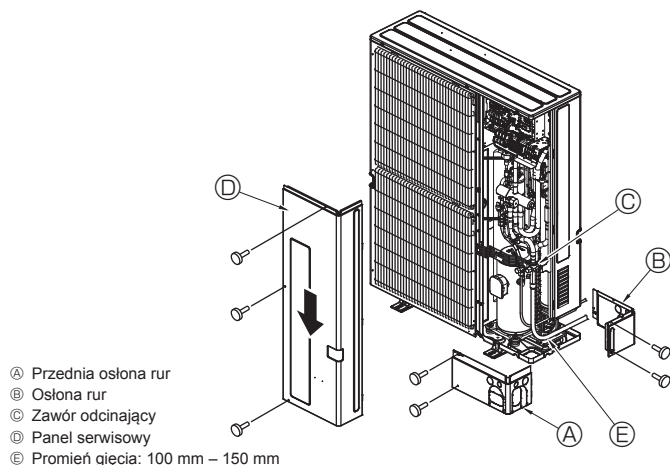

Fig. 4-10
4.3. Rury czynnika chłodniczego (Fig. 4-10)